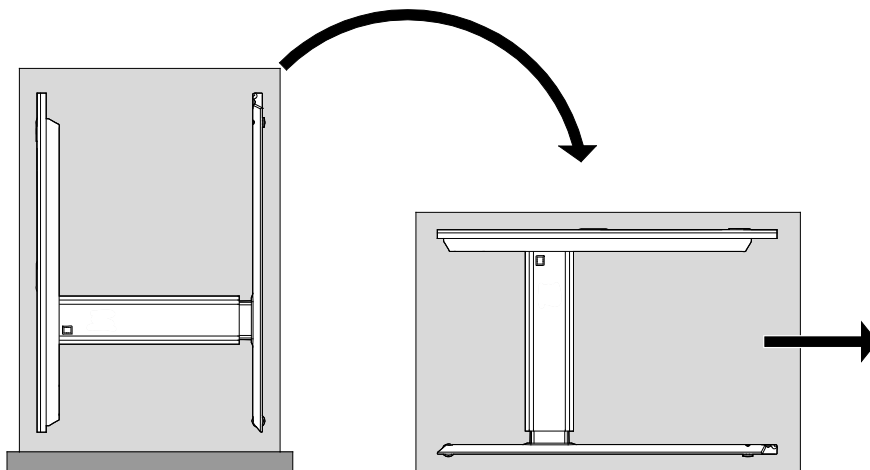

图 3 打开设备升降桌的包装
- 请将带包装的升降桌从托盘上取下，将其旋转 90°，使基座位于下方（参见图 3）。